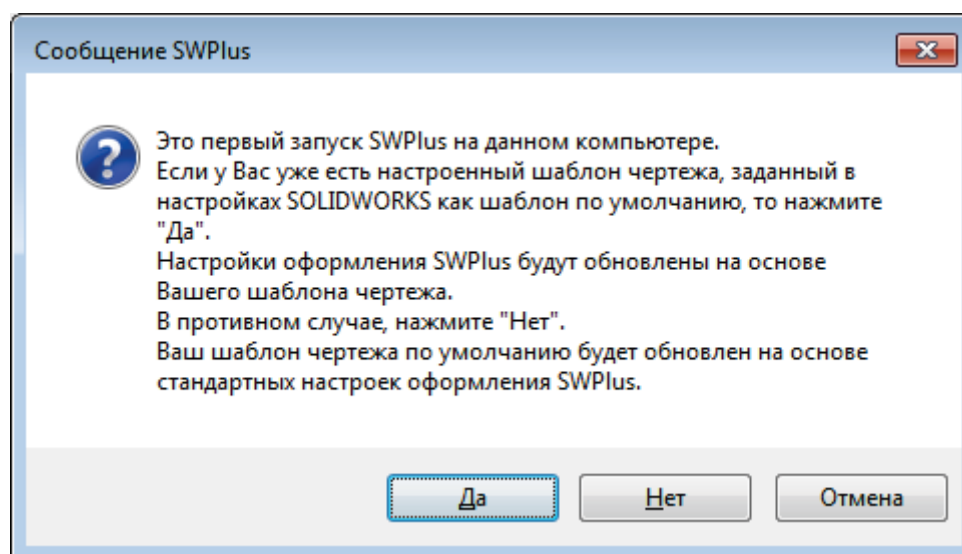

Рис. 3 – Выбор варианта хранения параметров SWPlus
3. Если Вы приняли соглашение, то появится сообщение, в котором Вам будет предложен выбор источника параметров чертежного стандарта. Источником может быть указанный в настройках SOLIDWORKS шаблон по умолчанию (см. **Инструменты -> Параметры -> Шаблоны по умолчанию**) или файл чертежного стандарта **MyStandard.sldstd** из каталога с настройками SWPlus - C:\Users\<активный пользователь>\AppData\Roaming\SWPlus (рис. 3).